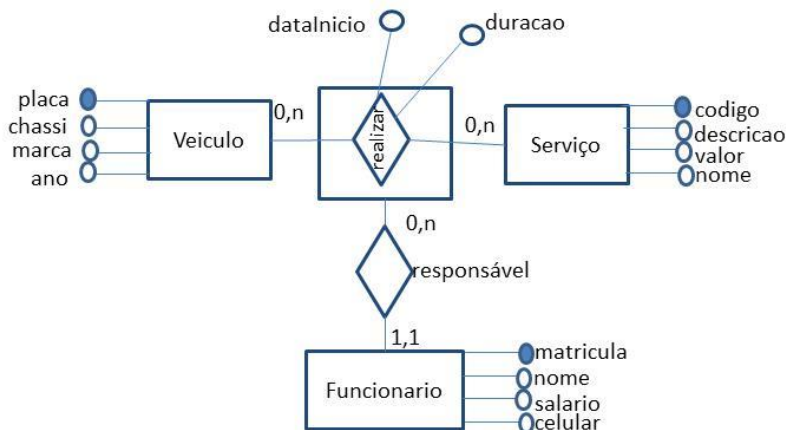

Figura 1 – Segunda Prova de BDI – Questão 1
1. Elabore o mapeamento para o modelo relacional do MER apresentado na figura 1. Deve ser usada a notação considerada em sala de aula.